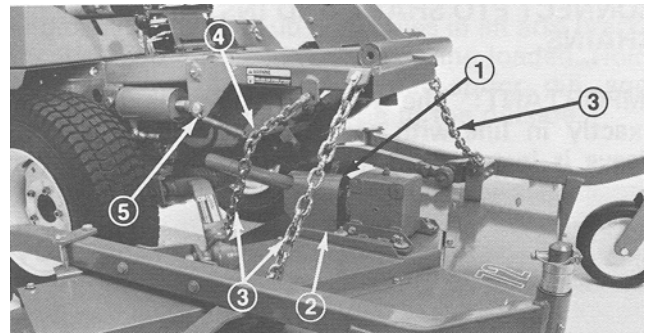

Bild 15
2. Befestigen Sie die ZWA-Schutzvorrichtung mit zwei Blechschrauben über der Eingabewelle und an der Befestigungsplatte des Getriebes (Bild 15).
3. Befestigen Sie die Hubketten mit 6 Ketten, Kettenstiften (3/8 x 1-1/2 Zoll) und Splints (1/8 x 3/4 Zoll) am Hubarm und dem Mähwerk (Bild 15). Stellen Sie die Kettenlänge so ein, dass beide beim Anheben des Hubarms gleichzeitig straff sind.
4. Befestigen Sie die Enden der Spannungsfeder zwischen dem vierten Glied der hinteren Kette und der Öse am Splint, mit dem der Zylinderstift befestigt ist (Bild 15). Stellen Sie die Länge der Kette so ein, dass die hinteren Laufräder in der Transportstellung Bodenfreiheit haben.